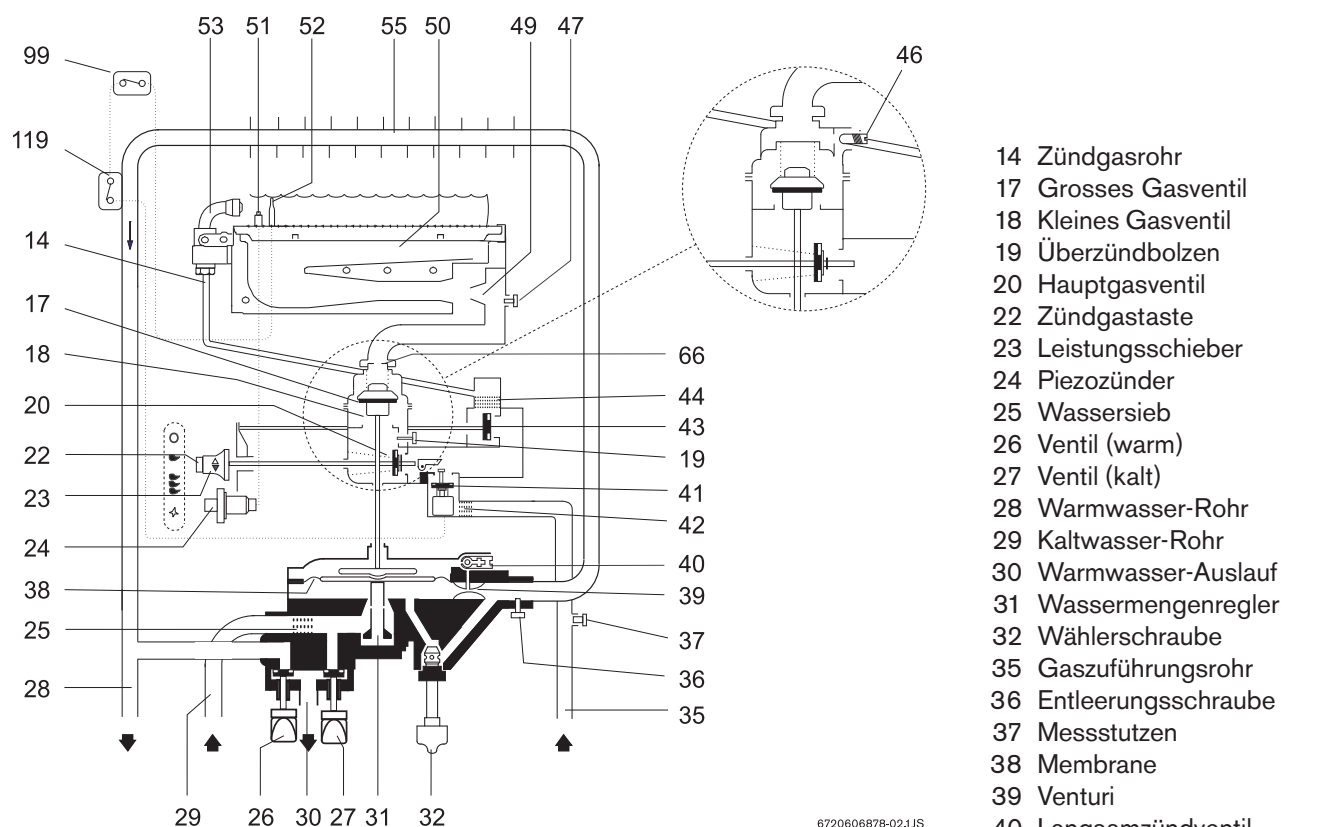

Bild 1
- Wasserabsperrhahn R1/2" mit Rosette auf Wasserleitung schrauben, auf eingebautes Wassersieb achten (Bild 1, 2, pos. 25).